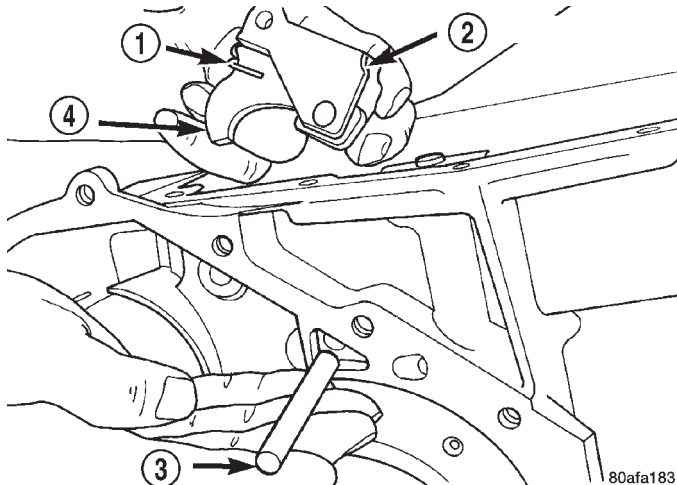

Fig. 71 Eje de pivote y soporte de guía
(61) Con alicates comunes, retire el conjunto del eje del pivote y el soporte de guía (Fig. 71).